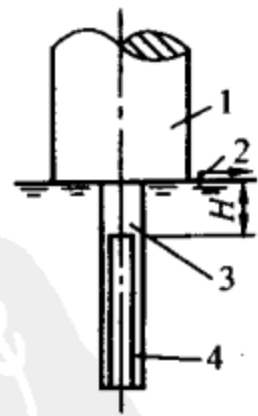

图 2-44 药包安装示意图
对水坑、流砂坑采用直径为 30mm 的药包，装药量为 0.8kg 为宜；对其他较坚硬的土壤采用直径为 34mm 的药包，装药量以 1kg 为宜。②装药顺序：首先检查塑料药包，应无漏气之处；然后将雷管、导爆索插入塑料药包中，最后将定量的炸药通过漏斗倒入药包内，并均匀分布，再封闭药包上端口。③电雷管及其接线：电雷管采用 8# 瞬发纸壳工业雷管，一个药包内装两个雷管，其安装位置可在导爆索两端用胶布缠住，其接线采用并连接线。④药包安放：在已确定的杆位上，垂直于地面打一直径为 40~50mm、深度为电杆长 1/6 的孔眼，清理后将药包放入（孔眼内如有积水也不用排除）。为了顺利地将药包放入孔眼中，可用一根 $\phi 10\text{mm}$ 的钢筋棍（长 2.5m）附在药包上一起插入孔眼，然后将钢筋棍取出，并将雷管引线和电源胶质线接好，用粘胶布包好。胶质线引出离杆位 30m 以外，药包到杆根距离 H 为 200~250mm，上部覆盖松土，并插以标记，如图 2-44 所示。